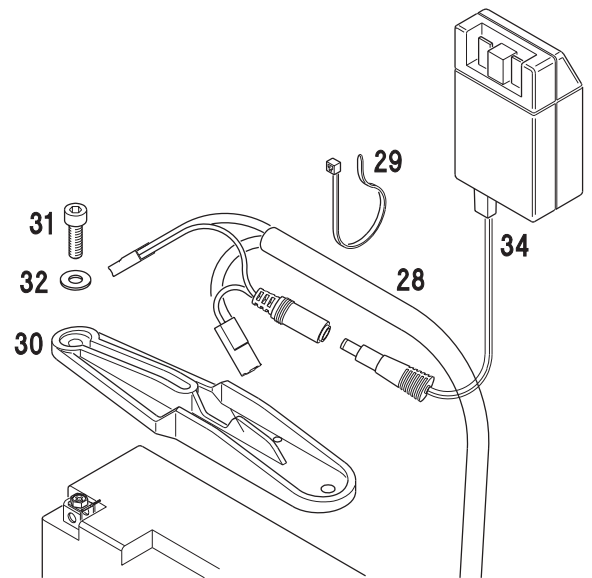

Bild 15
- ➔ Ladegerät an die Ladebuchse am Batteriedeckel anschließen (Bild 15)